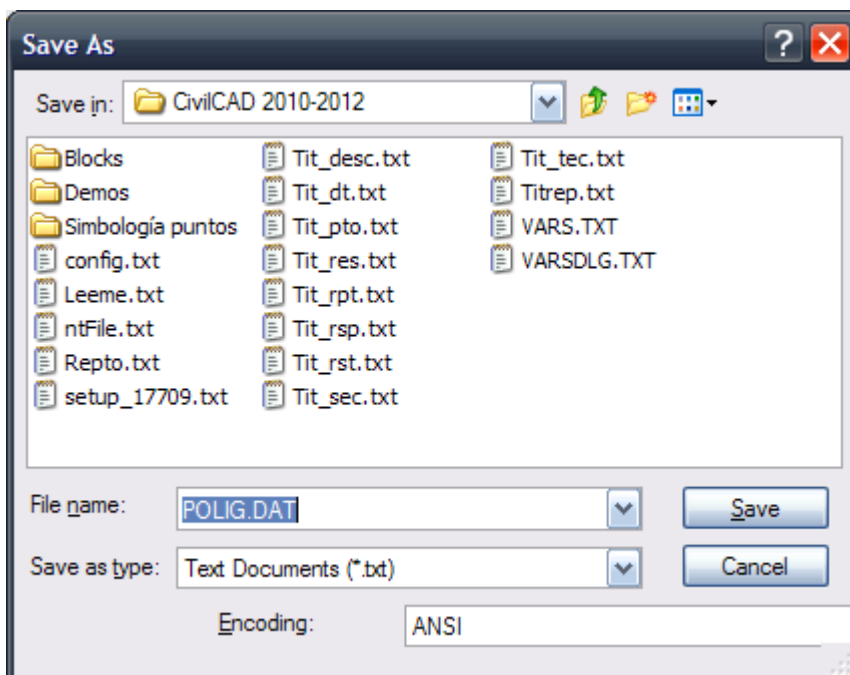

Fig. 2 : Guardar archivo POLIG.DAT
3. Guarde el archivo generado con el nombre **POLIG.DAT** en el directorio CIVILCAD (Fig. 2). Salga del Editor.